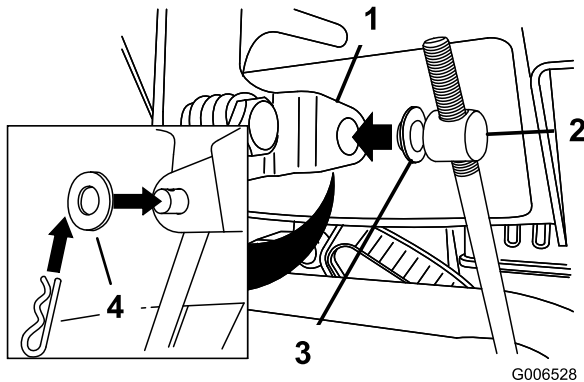

Figure 5
2. Fixez l'extrémité inférieure de la tige de commande de vitesse avec une rondelle plate et une goupille fendue (Figure 5).
3. Placez une rondelle plate sur le tourillon (Figure 5).
- B. Désaccouplez le tourillon du levier sélecteur de vitesses (Figure 5).
- C. Tournez le tourillon vers le haut (sens antihoraire) sur la tige de commande de vitesse (Figure 5).
- D. Accouplez le tourillon au levier sélecteur de vitesses (Figure 5).
- C. Tournez le tourillon vers le bas (sens horaire) sur la tige de commande de vitesse (Figure 5).